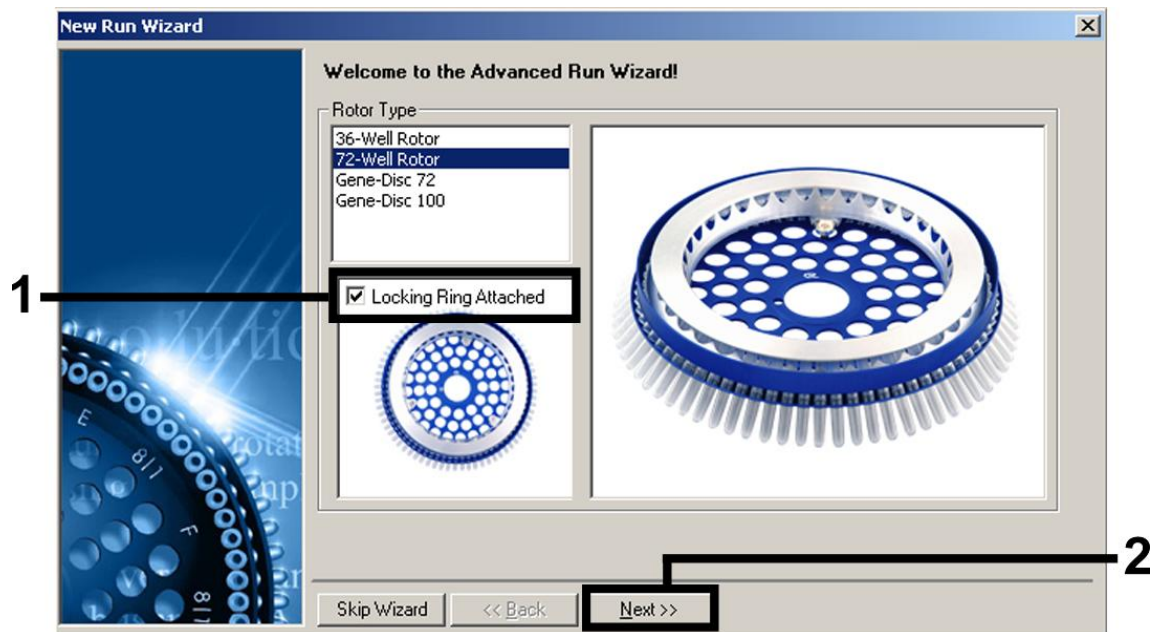

Abbildung 4. Das Dialogfeld „New Run Wizard“.
6. Öffnen Sie zunächst das Dialogfeld „New Run Wizard“ (Assistent für neuen Lauf) (Abb. 4). Markieren Sie das Kontrollkästchen „Locking Ring Attached“ (Schließring angebracht) und klicken Sie dann auf „Next“ (Weiter).